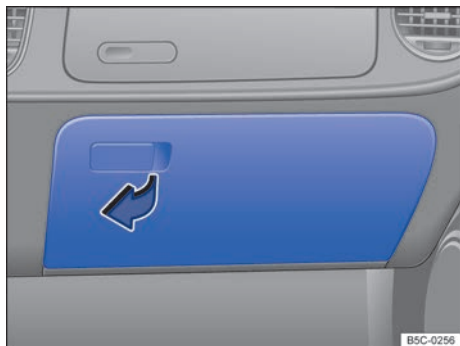

Fig. 119 En el lado del acompañante: abrir la guantera inferior.
- *Apertura:* Tire de la manilla en el sentido de la flecha → fig. 119.